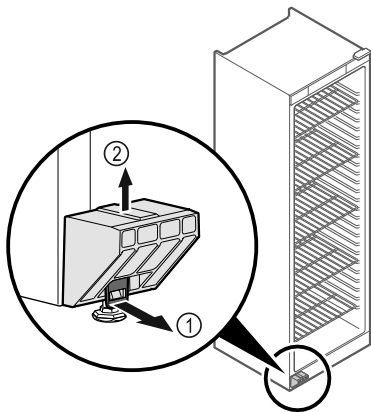

Fig. 5
- Tirare in avanti la linguetta Fig. 5 (1).
- Tirare verso l'alto la protezione per il trasporto Fig. 5 (2).